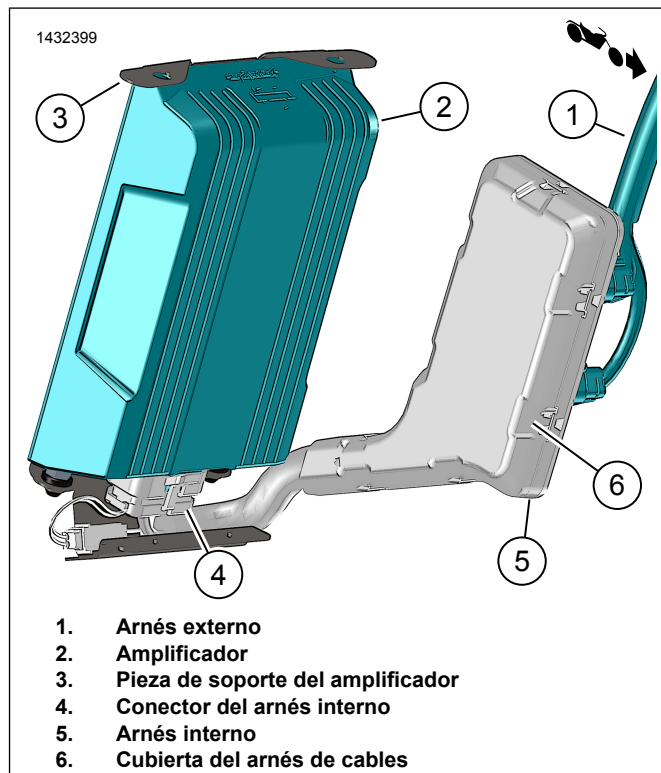

Figura 14. Ensamblaje del amplificador de la alforja derecha
6. Figura 14 Enchufe el conector del arnés interno (4) en el amplificador (2).
10. Figura 14 Instale la cubierta del arnés de cables (6).